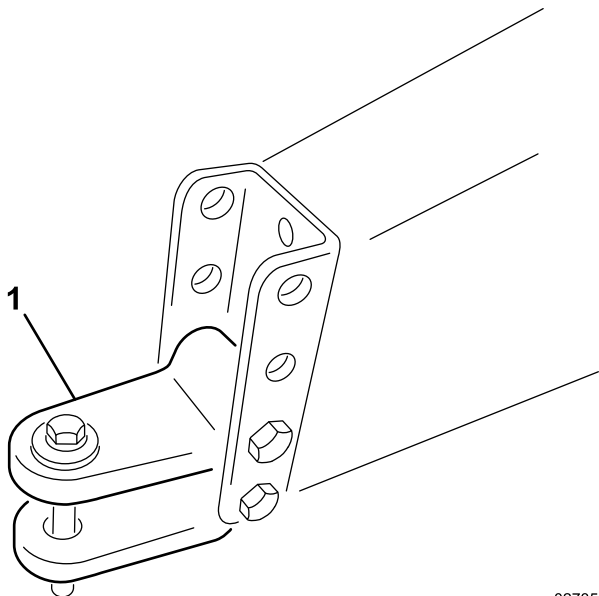

Figura 3
- A. Togliete i bulloni e i dadi di bloccaggio che fissano l'uncino dell'attacco di traino (Figura 3) al telaio della macchina.